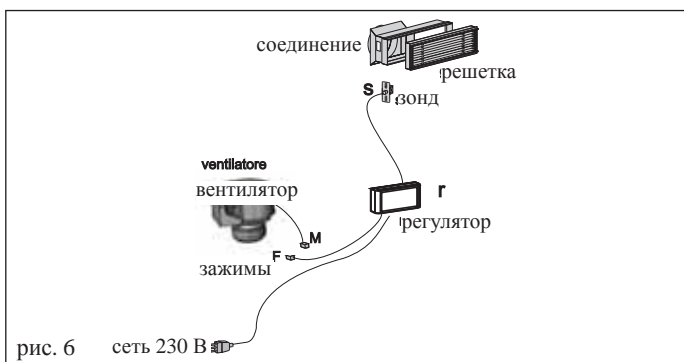
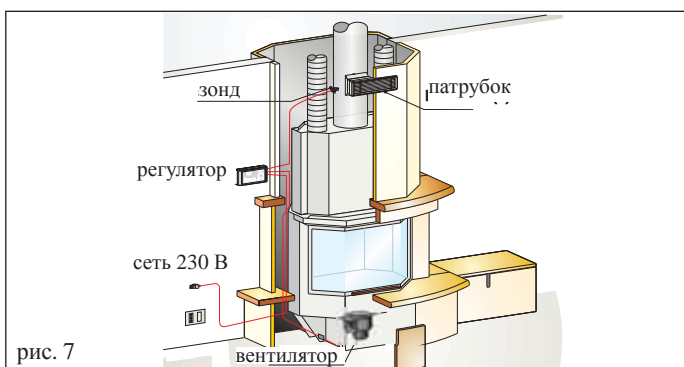

рис. 6
рис. 7
- Соединить два разъема М и F (Рис. 6).
- От регулятора (г - рис. 6) протянуть кабель питания до электрической розетки
- Кабель с зондом (s - рис. 6), напротив, протягивается до одного из патрубков (b - рис. 7) выхода горячего воздуха, обычно расположенных на облицовке колпака.